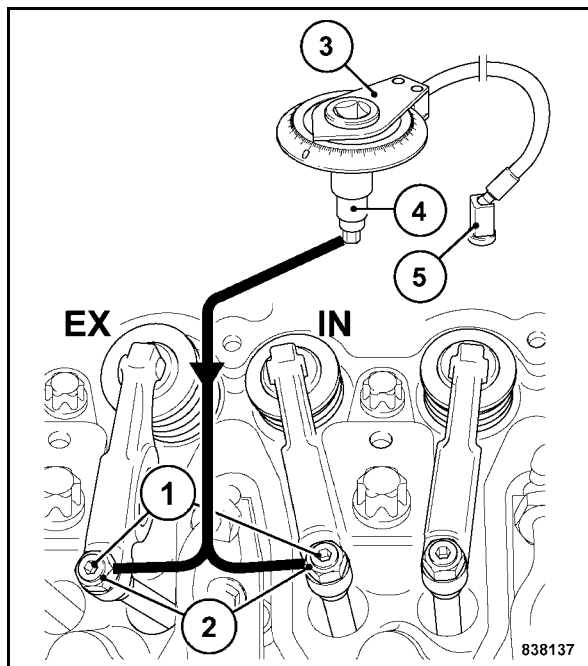

Fig. 203
- Soltar la contratuerca (1) (Fig. 203).
- Colocar el disco del ángulo de giro (3) y pieza insertada de llave de enchufe (4) sobre el tornillo de regulación de la válvula (2).
- Fijar el imán (5) del disco del ángulo de giro.